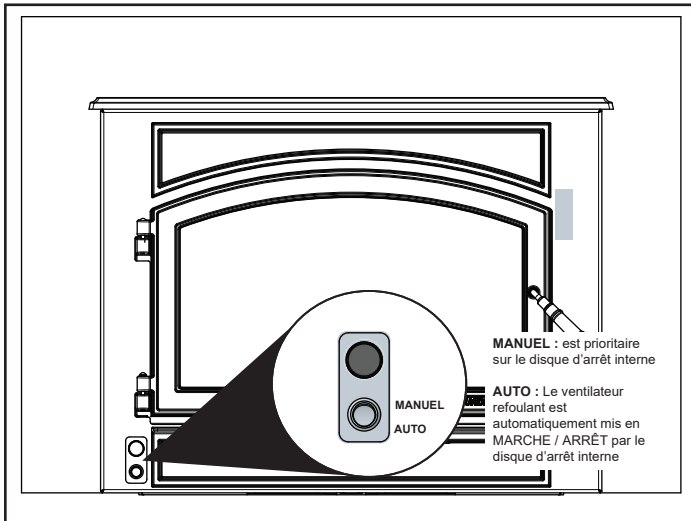

Figure 14.1
1. Le ventilateur se met en marche/arrêt automatiquement lorsque réglé sur AUTO (**Figure 14.1**) .